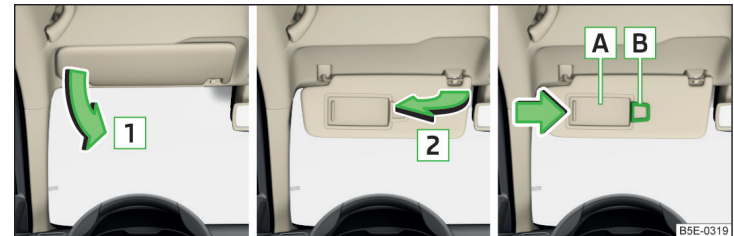

Abb. 54 Blende herunterklappen / Blende hochklappen / Make-up-Spiegel und Parkzettelhalter
**Bedienung und Beschreibung der Sonnenblende » Abb. 54**